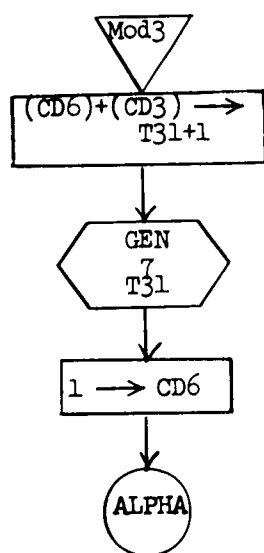

Figure 7.33 MODULE 3
7.3.7.3.3 MODULE 3 (Figure 7.33)